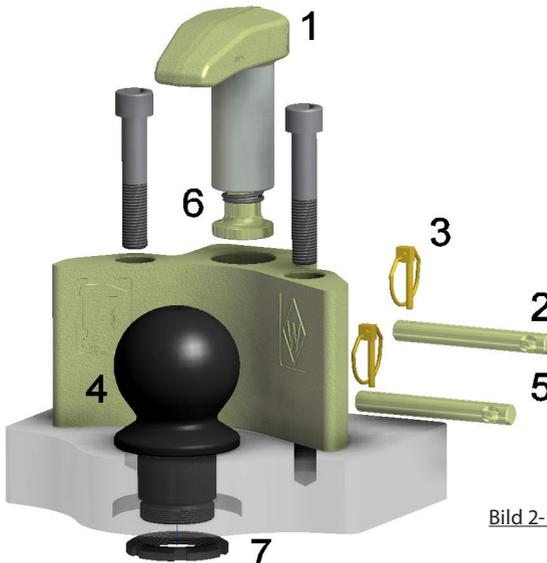

Bild 2- einstellbarer Niederhalter
3.1 Einkuppeln (siehe Bild 2):
- > Den Klappstecker (3) des Niederhalterbolzens (2) lösen und den Bolzen aus der Lagerung herausziehen.
- > Den Niederhalter (1) um 90 ° in die seitliche Position schwenken.
- > Die Zugkugelumkupplung (Kugelkalotte) über die Kugel (4) bringen.
- > Den Niederhalter (1) zurück in Fahrtrichtung schwenken, so dass er über der Kugelkalotte steht.
- > Mit dem Niederhalterbolzen (2) und dem Klappstecker (3) sichern.
- > Den Klappstecker (3) des Niederhalterbolzens (2) lösen und den Niederhalterbolzen entfernen
- > Den Niederhalter (1) in Fahrtrichtung schwenken und mit dem Niederhalterbolzen (2) und dem Klappstecker (3) sichern.
3.3 Einstellbarer Niederhalter (siehe Bild 2):
Austausch der Kugel (siehe Bild 2):